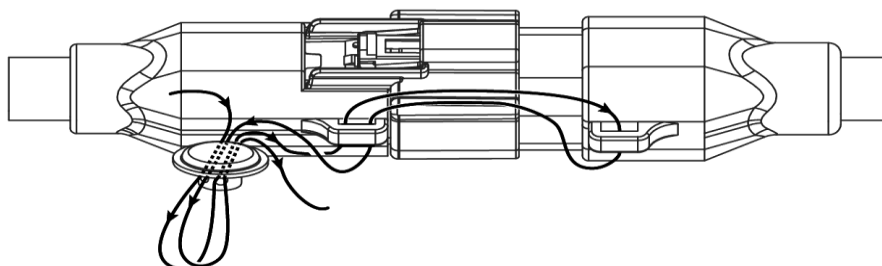

Рис. 5.2 Установка защитной пломбы на разъем
1. Проденьте пломбировочную проволоку через отверстия на разъеме как на рисунке (рис. 5.2).